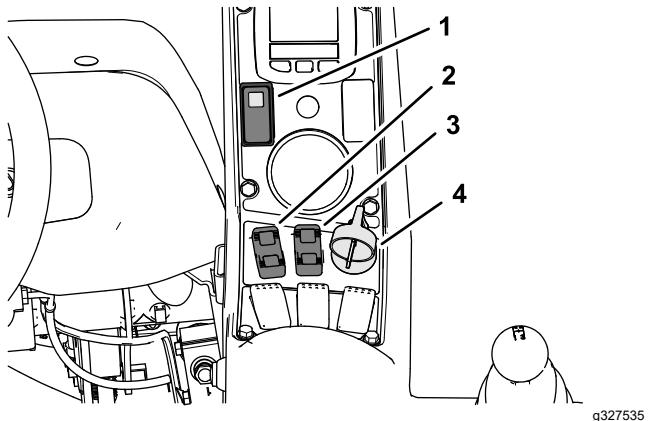
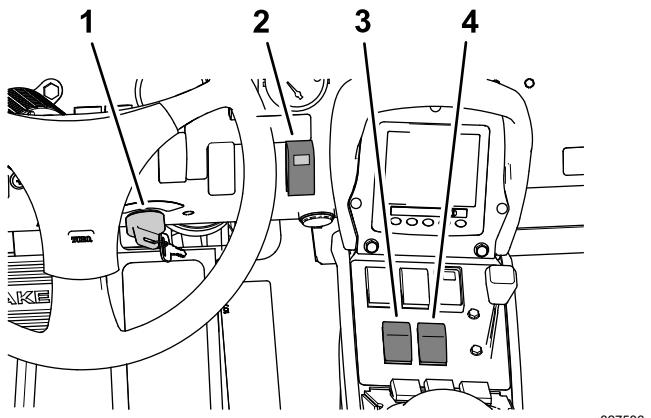
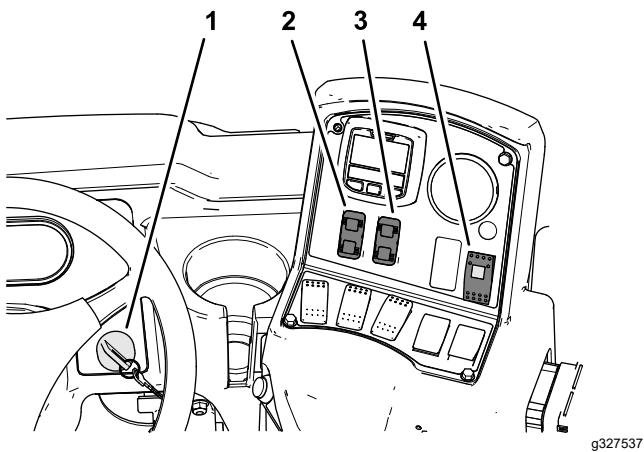

Figura 41
Figura 42
Figura 43
4. Premete l'interruttore Sonic Boom in posizione ON (Figura 41, Figura 42, o Figura 43).